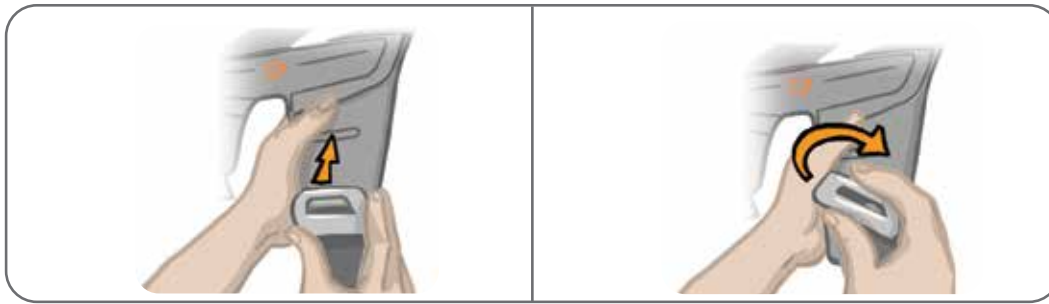

Figure 11-13 : Remise en place des sangles de cuisse
2. Poussez la boucle en direction de la sangle avec les pouces (en vous éloignant du manchon à cuisse). Reportez-vous à la figure 11-13. La boucle s'enclenche dans le crochet du panneau du manchon à cuisse.